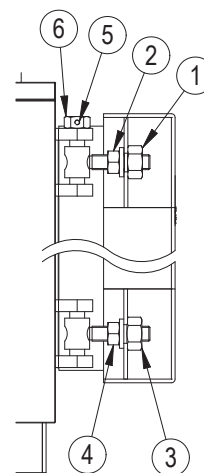

fig. 10
5.6.2 Pour les modèles PREXTHERM RSW 720N+1060N (Fig. 10)